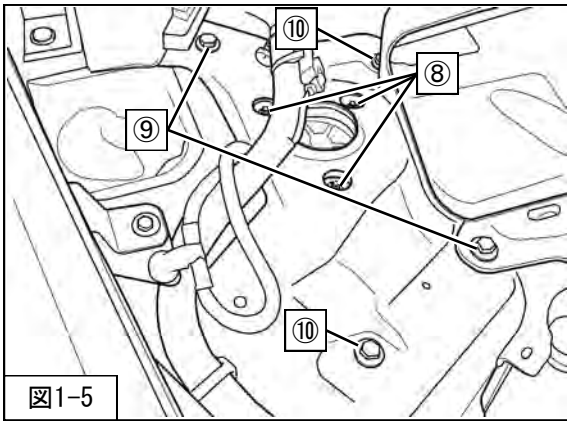

図1-5
7. ⑧フロントサスペンションASSYアッパー取付ナットを取外してください。(図1-5)
※⑧フロントサスペンションASSYアッパー取付ナットを取外しにくい場合は、⑨⑩ボルトをゆるめてから作業を行ってください。また、ゆるめる前に合いマークを付け、取付けるときの目安にしてください。(図1-5)